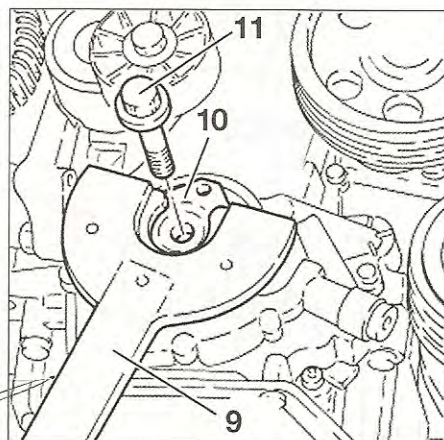

FIG. 6
- 9. Llave de pestañas (fig. 6).
- Con una llave de pestañas (9), sujetar el cubo de la rueda dentada de cigüeñal (10) y aflojar el tornillo (11) (fig. 6).